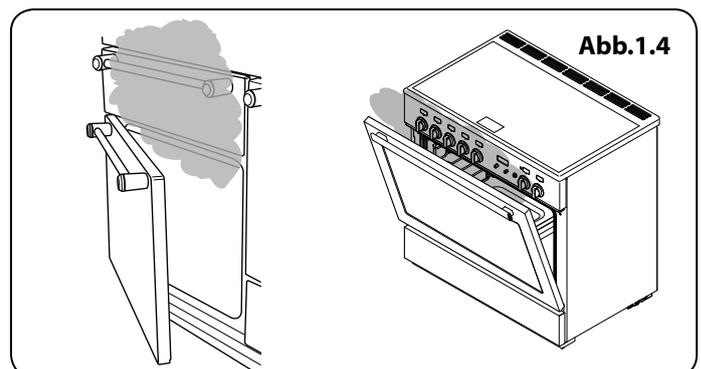

Abb.1.4
- Beim Zubereiten von Speisen mit hohem Feuchtigkeitsgehalt kann ein „Dampfstoß“ auftreten, wenn die Backofentür geöffnet wird. Treten Sie beim Öffnen des Backofens zurück und lassen Sie eventuell vorhandenen Dampf austreten (**Abb.1.4**).